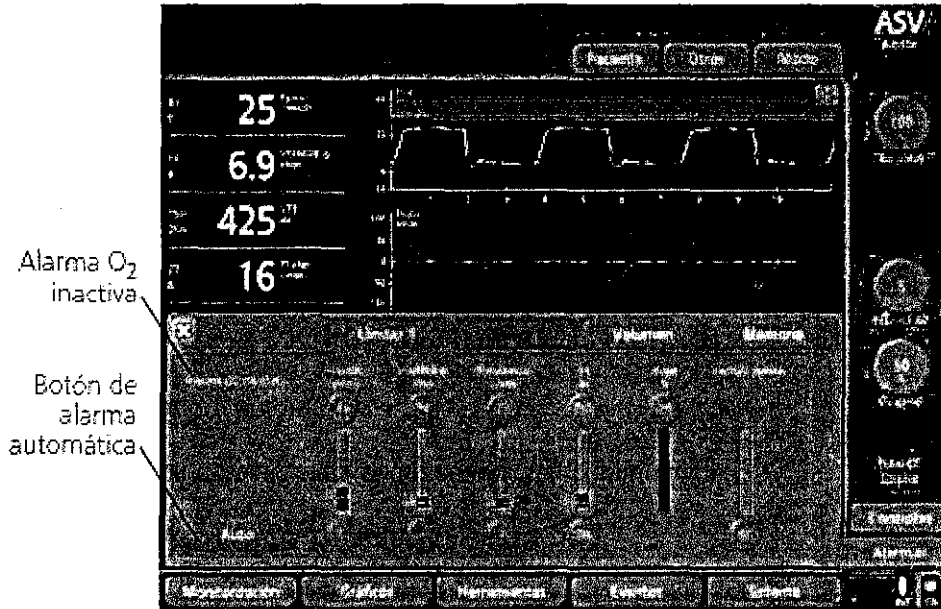

Figura 13. Ventana Alarma Límites 1
1. Abra la ventana **Alarmas -> Límites 1** (Figura 13).